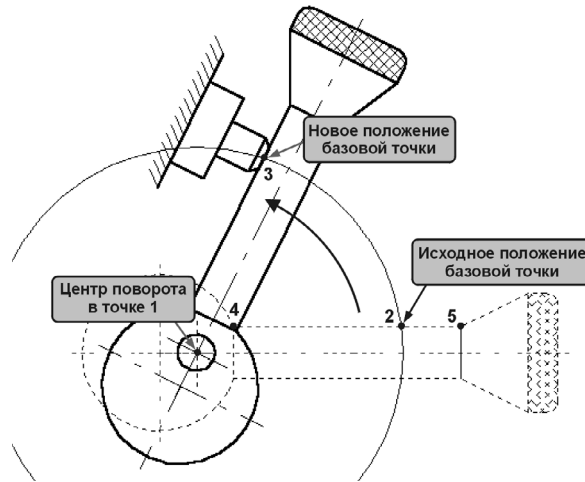

Рис. 19.8. Задание нового положения объекта
- 2.3. В ответ на запрос системы **Укажите точку центра поворота или введите ее координаты** укажите точку 1 (рис. 19.8).
- 2.6. В ответ на запрос системы **Укажите новое положение базовой точки или введите ее координаты** укажите точку 3. Используйте привязку **Пересечение** (рис. 19.8).